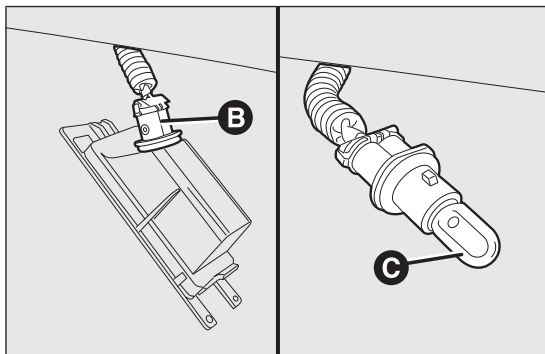

fig. 147
- ☐ girar el portalámparas B fig. 147 hacia la izquierda, a continuación extraer la lámpara C.